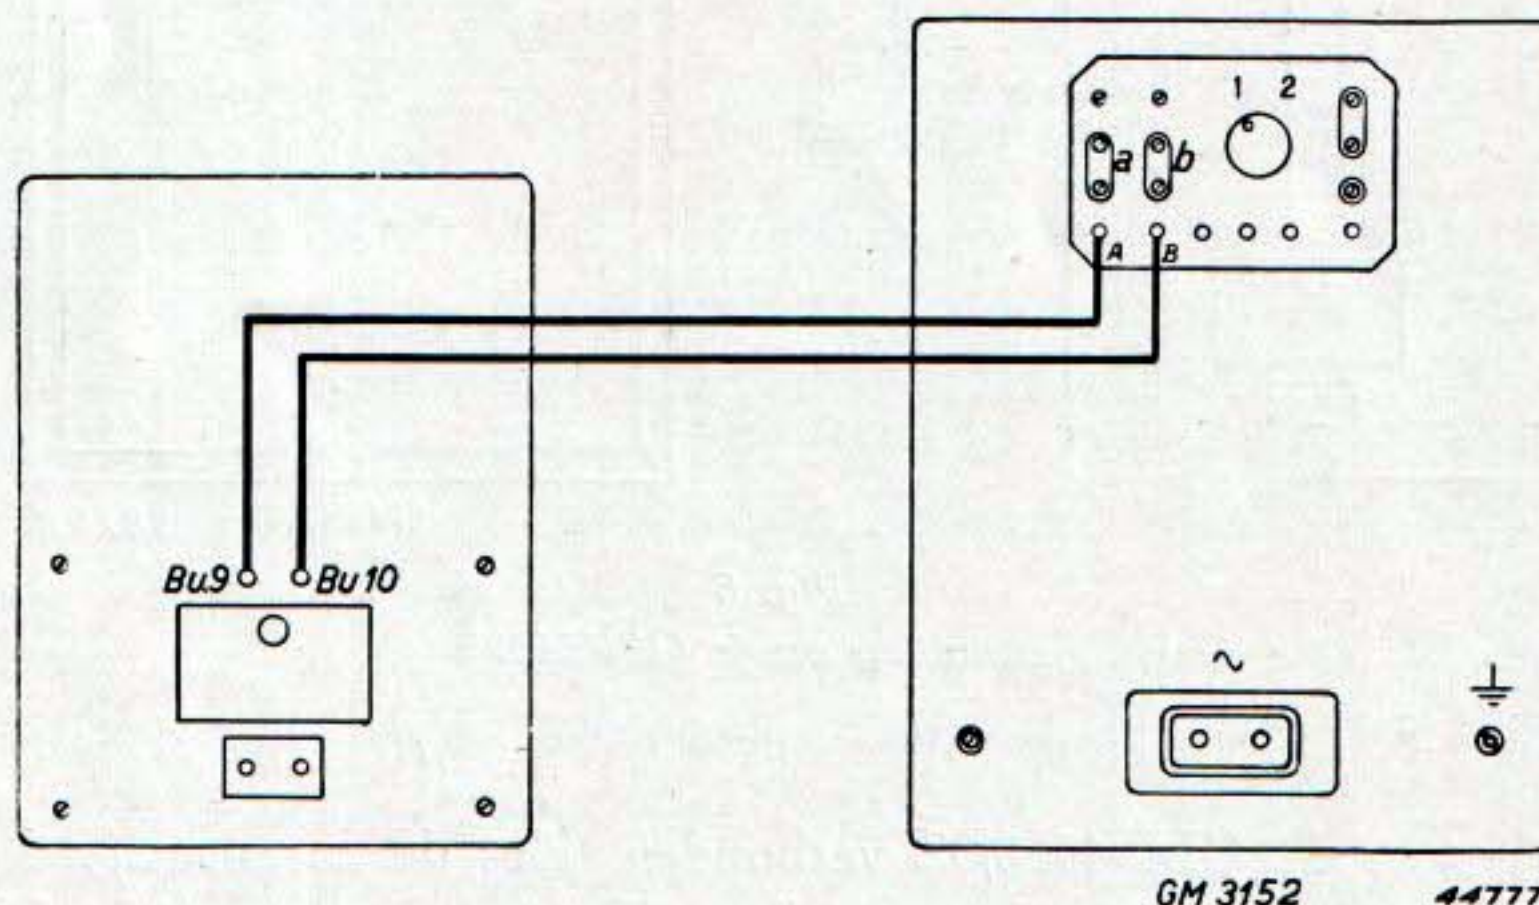

Fig. 5
A. Aansluiting op de GM 3152 (fig. 5)
als in fig. 5 aangegeven.